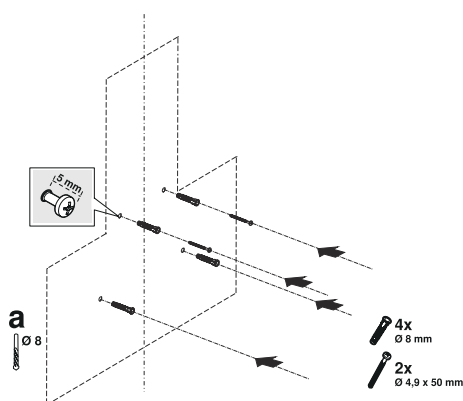

Fig. 13
1. ➔ Disegna una linea mediana dal soffitto perpendicolare al bordo inferiore della cappa (Fig. 13).
2. ➔ Per praticare i fori di sospensione della canna fumaria, posizionare la sagoma di montaggio sulla superficie su cui verrà montato l'apparecchio e contrassegnare i fori di montaggio (Fig. 13/b).
3. ➔ Praticare i fori di sospensione con trapano Ø8mm e posizionare i tasselli (Fig. 13/b).
Vite di sospensione a 2 pezzi 4,9x950 con una distanza di 5 mm tra la testa della vite e il muro (Fig. 13/b).